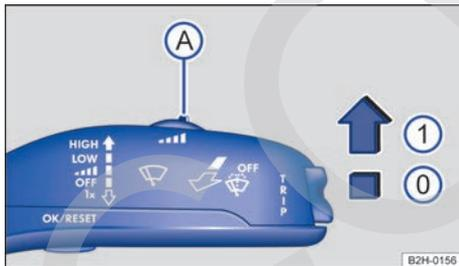

Fig. 83 Palanca del limpiaparabrisas: ajustar la sensibilidad del sensor de lluvia y de luz (A).
Cuando está activado, el sensor de lluvia y de luz controla automáticamente los intervalos del limpiaparabrisas en función de la intensidad de la lluvia y de la sensibilidad ajustada → ⚠. La sensibilidad del sensor de lluvia y de luz puede ajustarse manualmente con el mando → fig. 83 (A). Barrido manual → página 102.
Presione la palanca hasta la posición deseada → fig. 83: